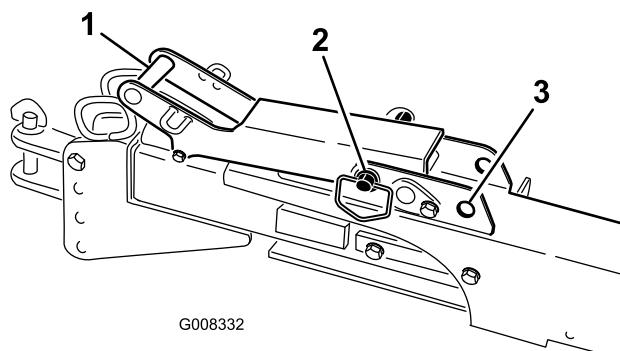

Figura 35
- Si utiliza el acoplamiento de remolque, vuelva a colocar el procesador de terrones detrás del vehículo, retrague el acoplamiento de remolque y mueva el pasador de la maneta de enganche a la posición de bloqueado (Figura 35).